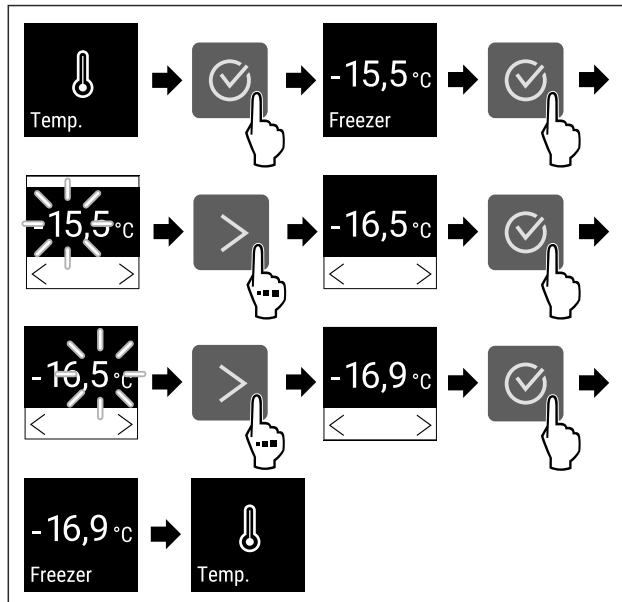

Fig. 65 Temperaturwechsel von -15,5°C auf -16,9°C
- ▶ Handlungsschritte (siehe Fig. 65) durchführen.